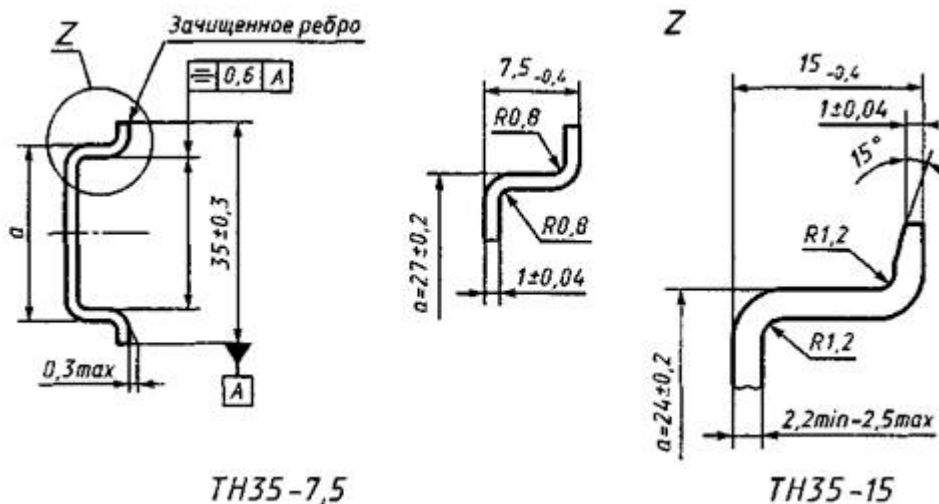

Рисунок 4 – Рейки типоразмеров TH35-7,5 и TH35-15
- 2.6.2 Конструкция коммутатора позволяет установить его на рейки ГОСТ Р МЭК 60715-2003 омега-типа TH35-7,5 и TH35-15 с перфорацией (рисунок 4).